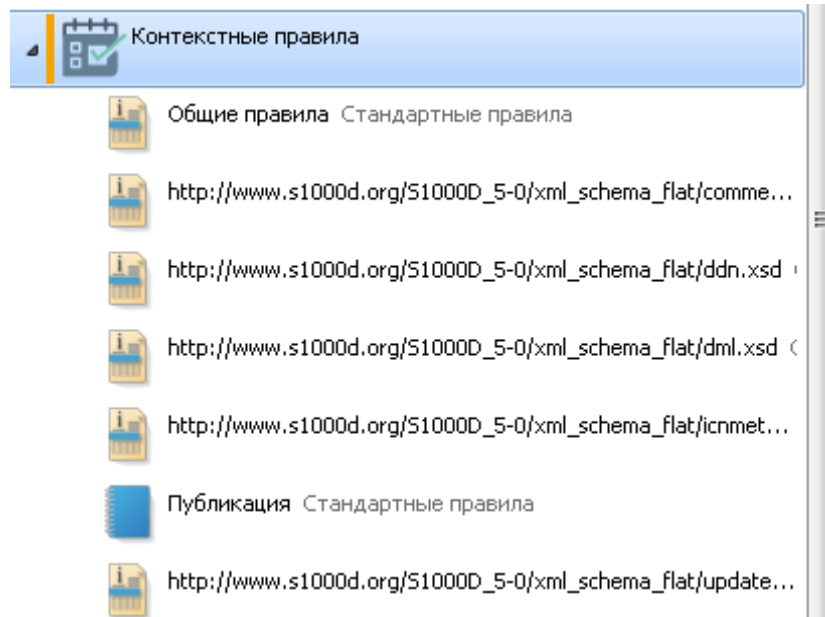

Рисунок 979
- 2) В списке контекстных правил по умолчанию содержатся группы правил, содержащие стандартные, запрещенные и необязательные правила (рисунок 979).